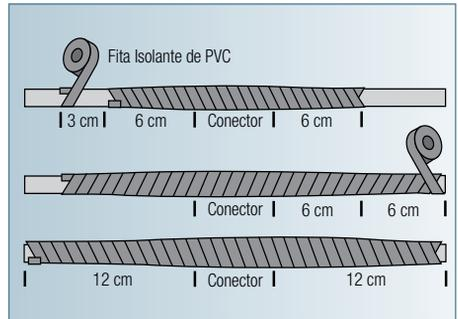

Figura 10: Detalhe da aplicação da fita isolante de PVC
- Em seguida, aplique a fita isolante de PVC, conforme figura 10.